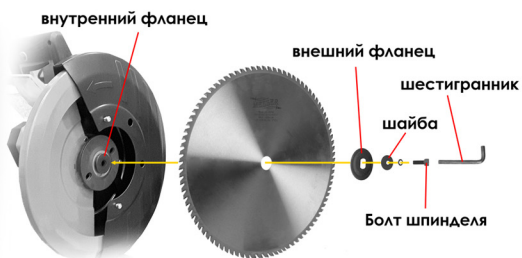

Рис.4
4. Установите диск, зафиксировав его прижимным фланцем и крепежным болтом. Вручную проверните диск, убедитесь в отсутствии люфта и надежности крепления (Рис. 4).